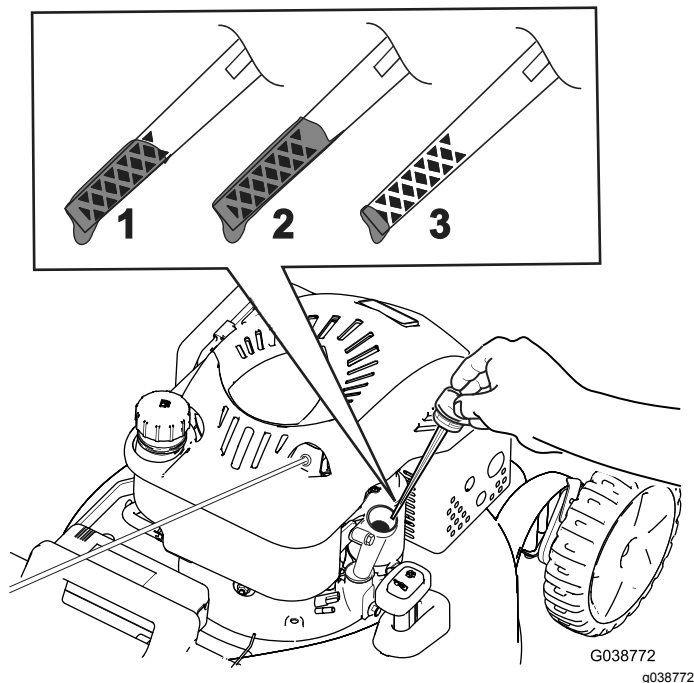

Рисунок 13
2. Извлеките масломерный щуп, повернув крышку против часовой стрелки и вытянув его (Рисунок 13).